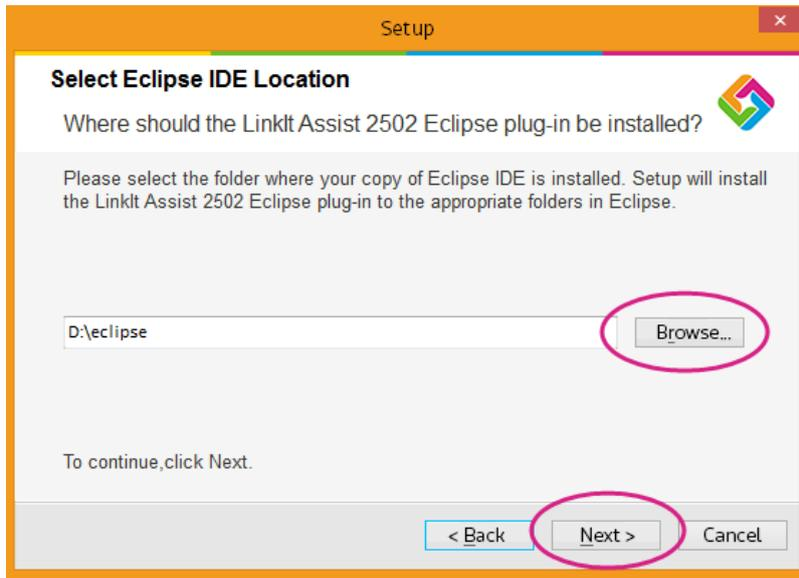

图 8 选择与 Eclipse IDE 安装所在相同的文件夹
- 6) 在 **Select Eclipse IDE Location** 电击 **Browse** 并指定您安装 Eclipse IDE 的文件夹 (如章节 2.2 “安装 Eclipse IDE C/C++ ” 提到的文件夹), 并电击 **Next**。如图 8。